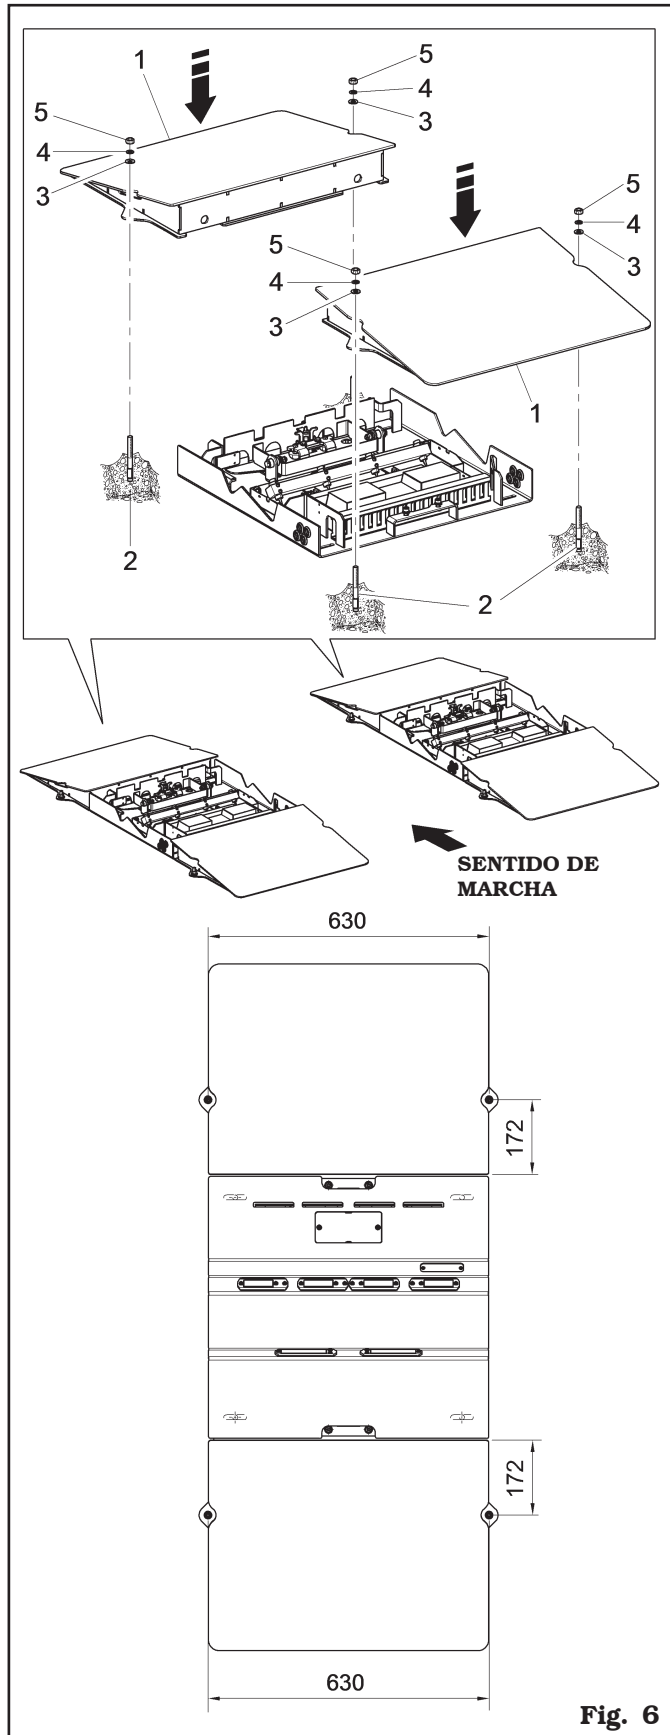

Fig. 6
2. Fijar las rampas (**Fig. 6 ref. 1**) al suelo del establecimiento utilizando los tacos (M8) (**Fig. 6 ref. 2**), las arandelas (D8) (**Fig. 6 ref. 3-4**) y las tuercas (M8) (**Fig. 6 ref. 5**), suministrados en dotación.